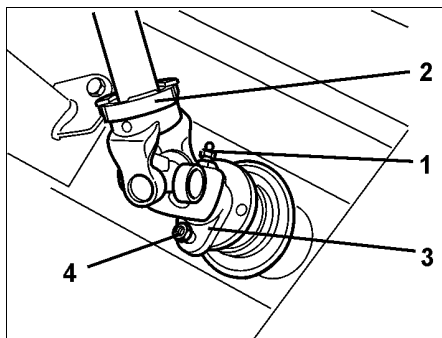

Fig. 64
- Lossa smörjnippeln (Fig. 64/1) i den anslutningsgaffeln på kraftöverföringsaxeln (Fig. 64/2) – genom öppningen i skyddets undersida.
- Avlägsna brytbulten, (Fig. 64/4) mellan gaffelflänsen och flänsen på den ingående axeln till huvudväxellådan
- Driv ut anslutningsgaffeln (Fig. 64/3) bakifrån med hjälp av ett plattjärn genom öppningen i skyddshöljets undersida